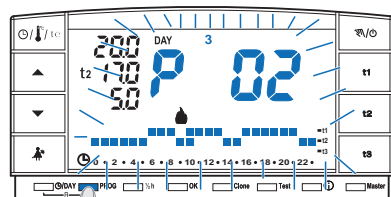
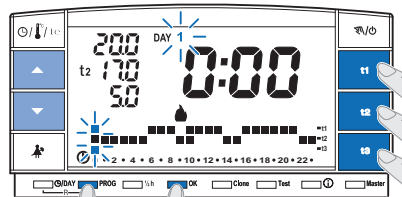

fig. 14
fig. 15
- Para modificar las **configuraciones** del programa **P01**, **P02** o **P03** grabado anteriormente, pulsar la tecla **PROG** para entrar en visualización de los programas, pulsar las teclas **▲▼** (o bien PROG por impulsos) hasta que sobre la pantalla aparezca el número del programa que se desea modificar (**P 01** o **P 02** o **P 03**) fig. 14, presionar **la tecla OK** (o la tecla **PROG**) **por 4 segundos** para entrar a la modificación (ejemplo fig. 15); si el día a modificar no es el Lunes, presionar una o varias veces **OK** asta seleccionar el día deseado.
- Modificar el perfil diario utilizando las teclas **t1**, **t2** o **t3** (ejemplo fig. 15).